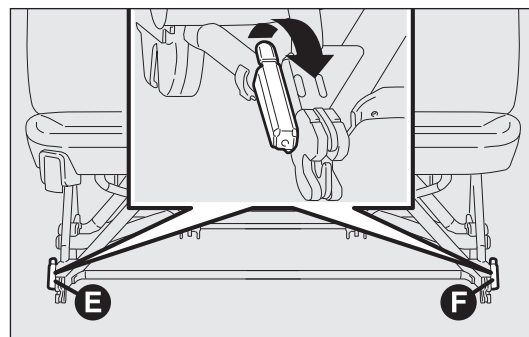

fig. 37
- à partir de la position verticale, actionner les leviers E et F-fig. 37 en les tournant vers le haut ;